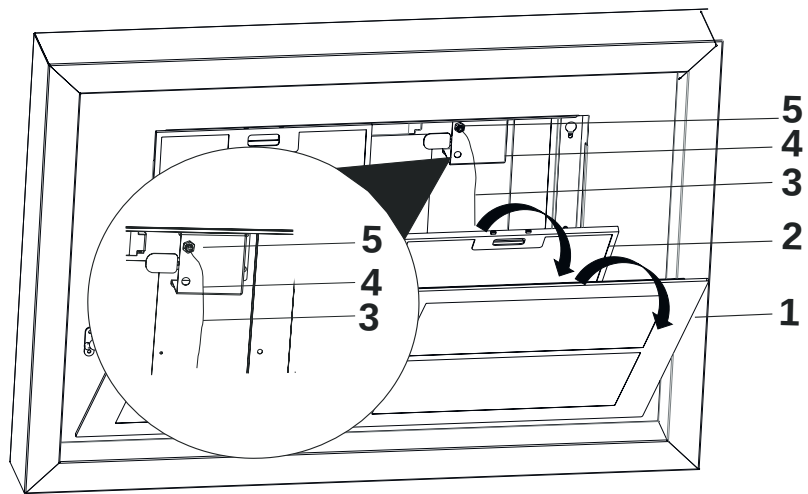

Fig. 11
**5.** Luta ut kantsugplattan genom att ta tag i hörnen och dra försiktigt i den. (Fig. 11/1).
Ta bort fettfiltrena (Fig. 11/2) och dra ståltrådarna genom säkerhetslåsen uppifrån och ner (Fig. 11/5). Gör detta med alla de 4 medföljande stålvejarna.
Observera: när stålvejarna placeras i förvaringsutrymmet måste den böjbara metallen böjas så att stålvejarna inte faller ut (Fig. 11/4).